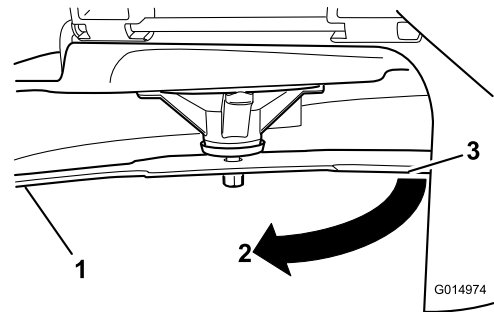

Bild 64
4. Drehen Sie dasselbe Messer um 180 Grad, sodass die andere Schnittkante jetzt in derselben Stellung ist (Bild 64).